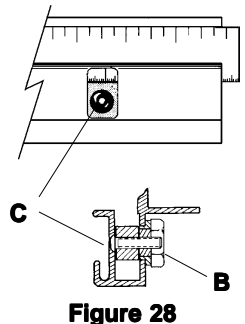

Figure 28
NOTE: One end of each squaring edge bar is fixed in position by its **PIVOT SCREW** near the cutting line. Each of the bars can be raised or lowered slightly by rotating them around their **PIVOT SCREW**. This is done by turning **ECCENTRIC NUTS (B)**, **Figure 28**, one in the **RIGHT SQUARING EDGE BAR** and two in the left. The **LEFT SQUARING EDGE BAR** is very long, so two **ECCENTRICS** are provided to assure the **SQUARING EDGE BAR** can be adjusted straight.
HINWEIS: An dem Ende von jeder **Winkelleiste**, das der Schnittlinie am nächsten liegt, befindet sich eine **Stellschraube**, welche die **Winkelleiste hält**. Jede dieser Leisten kann mit diesen **Stellschrauben** ein wenig angehoben oder gesenkt werden, indem Sie um diese **Stellschrauben** gedreht werden. Das wird durch ein Drehen der **Exzentrilmuttern (B)**, **Abbildung 28**, von denen sich eine in der **rechten Winkelleiste** und zwei in der **linken Winkelleiste** befinden. Da die **linke Winkelleiste** sehr lang ist wurden zwei **Exzentrilmuttern** eingebaut, um sicherzustellen, daß die **Winkelleiste** genauestens eingestellt werden kann.
N.B. Un côté de chaque barre de bord d'équarrissage est maintenu en position grâce à une **VIS PIVOTANTE** près de la ligne de coupe. Chacune des barres peut être abaissée ou relevée légèrement en les faisant pivoter autour de leur **VIS PIVOTANTE**. Ceci est accompli en faisant tourner les **BOULONS EXCENTRIQUES (B), Figure 28**, un dans la **BARRE DE BORD D'ÉQUARRISSAGE DROIT** et deux dans la gauche. La **BARRE DE BORD D'ÉQUARRISSAGE GAUCHE** étant très longue, deux **BOULONS EXCENTRIQUES** sont fournis pour assurer que la **BARRE DE BORD D'ÉQUARRISSAGE** peut être ajustée correctement.